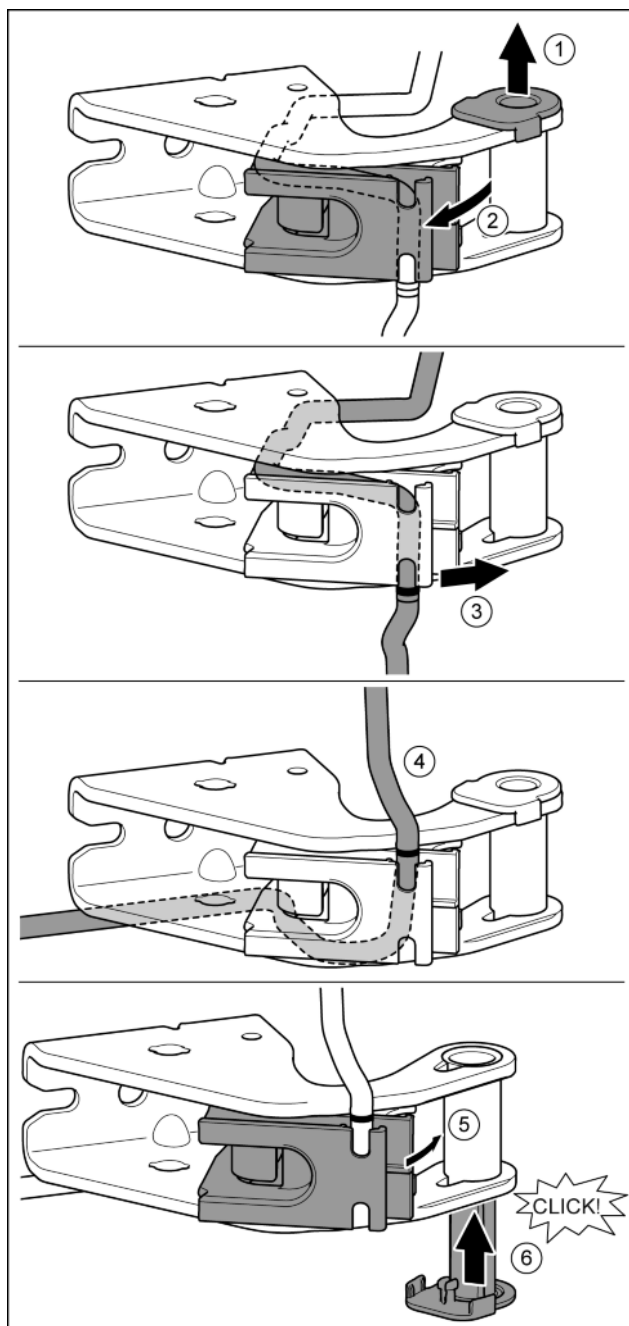

Fig. 26
- ▶ Опорную втулку вывести из направляющей. Fig. 26 (1)
- ▶ Отвести в сторону держатель кабеля. Fig. 26 (2)
- ▶ Высвободить кабель из направляющей. Fig. 26 (3)
- ▶ Вставить кабель, перевернув его в обратную сторону. Fig. 26 (4)
- ▶ Вернуть держатель кабеля в исходное положение. Fig. 26 (5)
- ▶ Установить и зафиксировать опорную втулку с другой стороны. Fig. 26 (6)